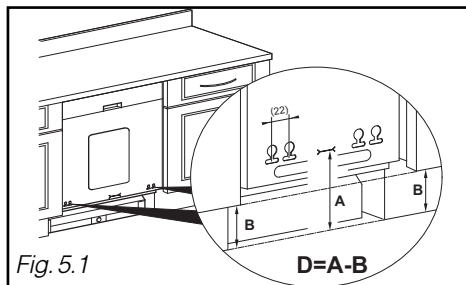

Fig. 5.1
- Meet de afstand op tussen de vloer en de onderkant van het deurpaneel van het meubel dat naast de vaatwasser staat (maatcijfer **B**, Fig. 5.1)
- Zie wat betreft de montage van het eerste deel het vorige hoofdstuk "MONTAGE VAN DEURPANEEL" (bekleding uit één stuk) (Fig. 5.1 et 5.2).